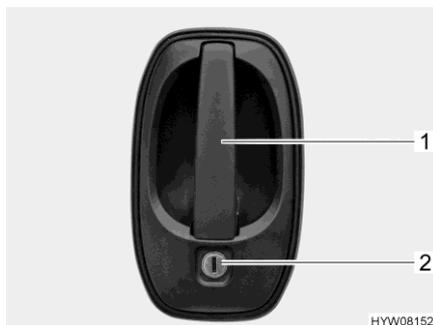

Fig. 38 Serratura della porta (porta conducente/porta del vano abitabile, lato esterno)
- Inserire la chiave nel cilindro della serratura (Fig. 38,2) e ruotare fino a quando la serratura della porta si sblocca.
- Tirare la maniglia della porta (Fig. 38,1). La porta è aperta.
- Inserire la chiave nel cilindro della serratura (Fig. 38,2) e ruotare fino a quando la serratura della porta si blocca.